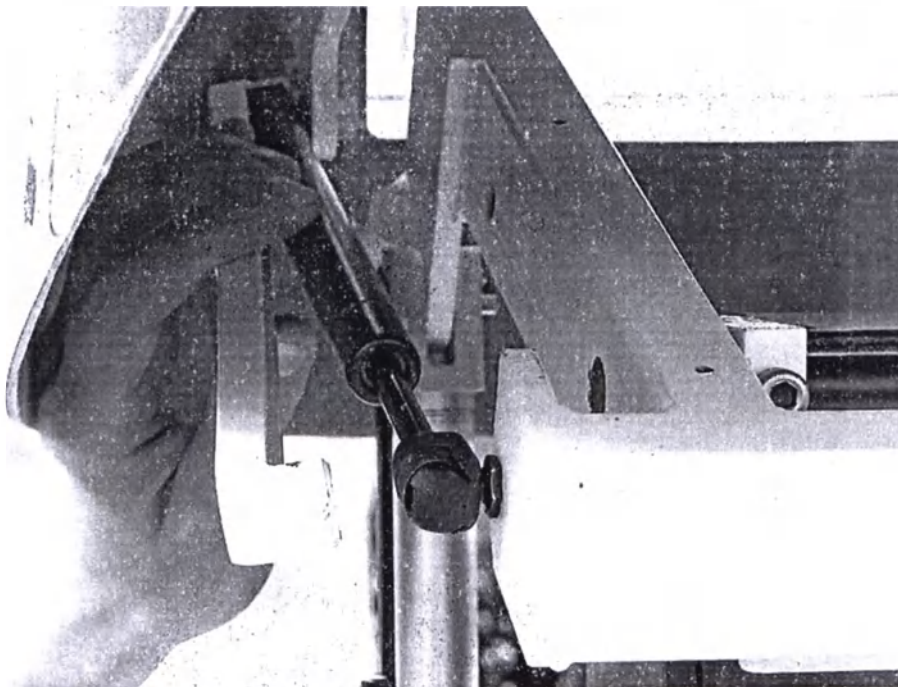

Рисунок 10.
12.3.2 Переведите с пульта управления спинку кресла в верхнее положение. Газовая пружина имеет в этом положении минимальную длину. На газовую пружину необходимо накинуть приспособление-лодочку, которое удержит пружину в сжатом состоянии (см. Рисунок 10).